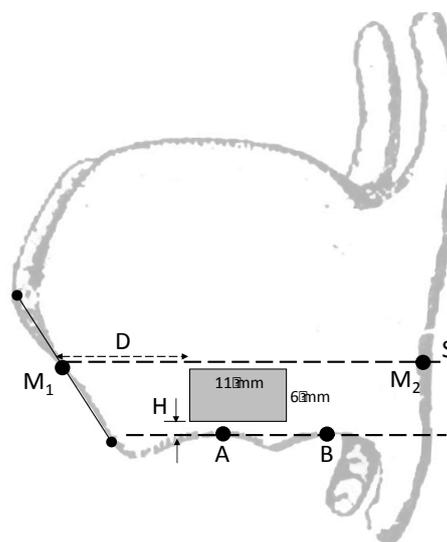

Abb. 1 Lage der Schlüsselpunkte
- Nach ausreichender Freilegung der ipsilateralen lamina cartilagini thyroideae unter Erhaltung des Perichondriums werden Schlüsselpunkte (wie in Abb. 1 dargestellt) zugeordnet.